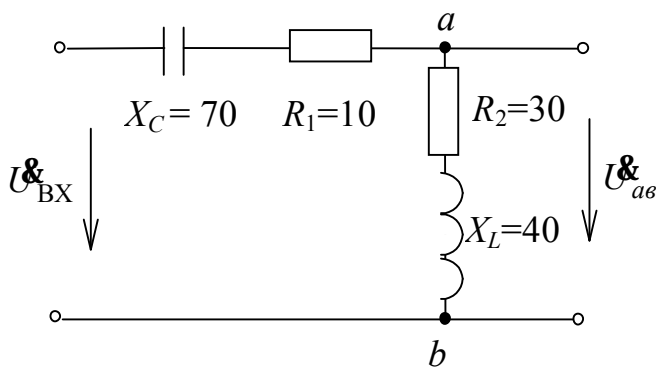

Рис. 4.4
**Задача 4.2.** Заданы параметры элементов электрической цепи (активные и реактивные сопротивления заданы в Омах) и входное напряжение  $U_{BX}=50$  В (рис. 4.4). Определить напряжение  $U_{ab}$ , потребляемую активную и полную мощности, используя данные таблицы 4.2. Построить векторную диаграмму тока и напряжений.